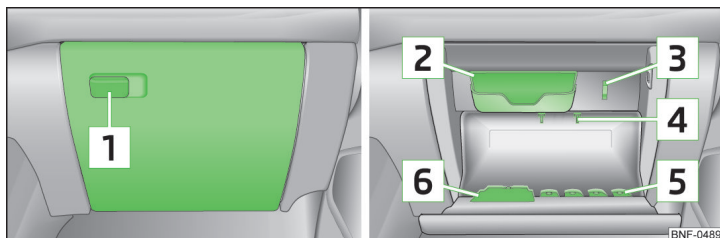

Fig. 62 Torpedoul de pe partea pasagerului față
Compartimentul de depozitare » fig. 62
► Trageți de mânerul de deschidere » fig. 62.